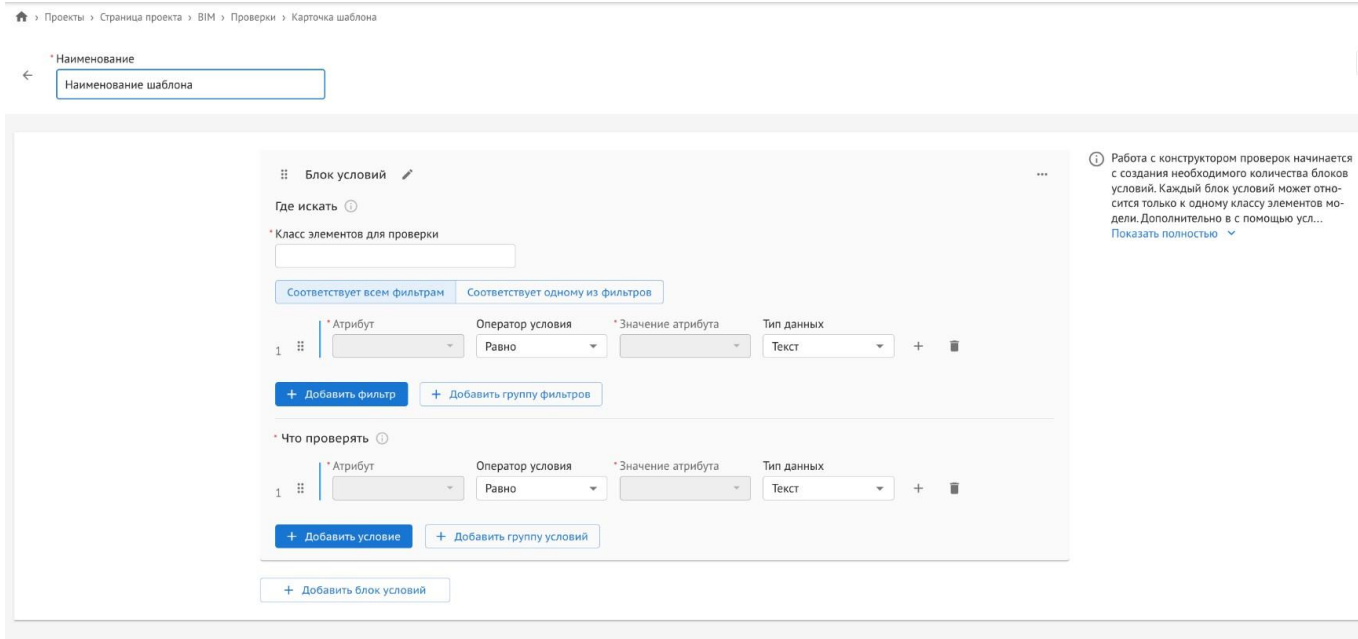

Рисунок 68. Поле “Наименование”.
1) Заполнить поле “Наименование”(Рисунок 68)